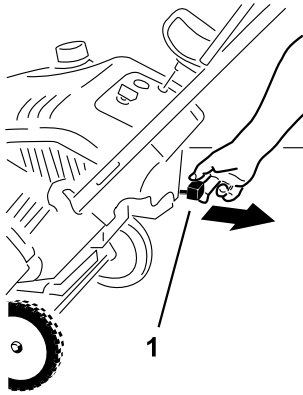
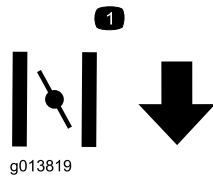

Figura 11
Figura 12
2. Tire de la palanca del estárter (Figura 11 y Figura 12).